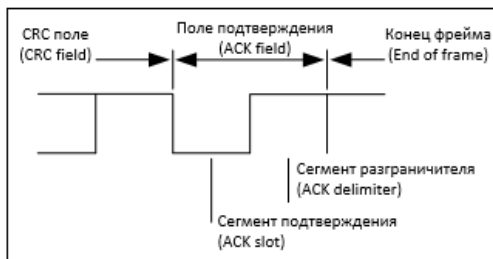

Рис. 1.5. Поле подтверждения фрейма данных
– **Поле подтверждения (ACK Field)**. Поле подтверждения (рис. 1.5) содержит участки ACK Slot и ACK Delimiter и выполняет следующую функцию: передающий узел посылает по одному рецессивному биту на каждом из участков, а приемник, если он принял сообщение без сбоев, устанавливает на линии доминирующий бит в поле ACK Slot. При наложении рецессивного и доминирующего уровней на линии устанавливается доминирующий, и это событие сигнализирует передающему узлу о том, что передача прошла нормально и повтор не требуется. Второй бит (ACK Delimiter) этого поля всегда является рецессивным.